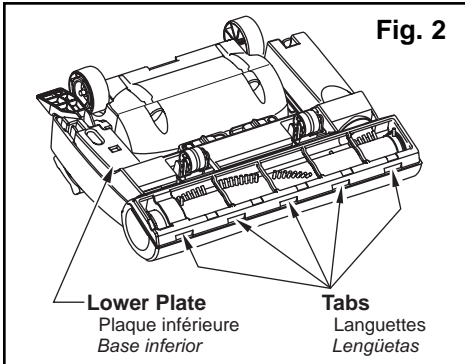

Fig. 2
- **Reinstall lower plate by hooking front end of lower plate into slots on front of nozzle housing. (Fig. 2)**
- Remettre la plaque inférieure en accrochant son devant dans les fentes avant de la tête d'aspiration (Fig. 2).
- *Para reinstalar la base inferior, enganche el extremo delantero de la base inferior en las ranuras en el montaje delantero de la boquilla (Fig 2).*